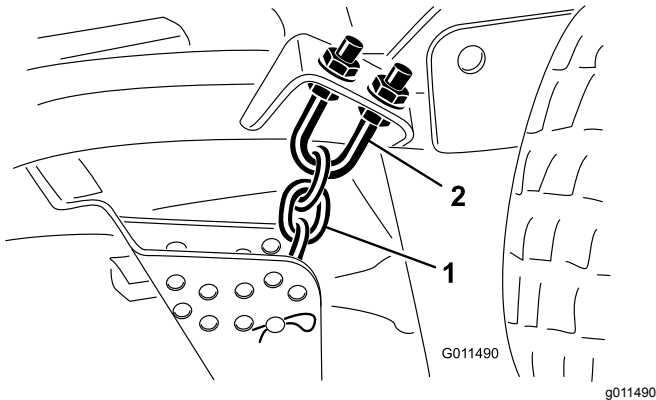

Figura 108
1. Afloje las contratueras en la parte superior o inferior del perno en U de la cadena de altura de corte (Figura 108).